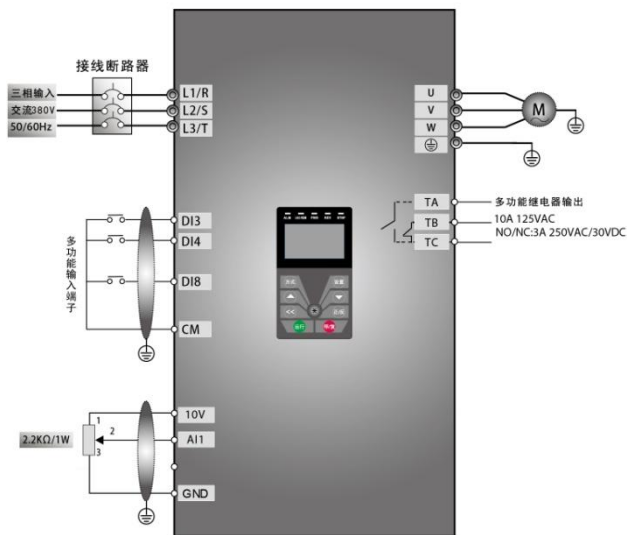

图 4-3 接线图 3
- (1) 按图 4-3 配线，检查接线正确后，合上空气开关，变频器上电。注意：外部模拟信号设定电位器可选择 2K~5K 电位器。对于精度要求高的场合请选用精密多圈电位器，接线使用屏蔽线，屏蔽层近端可靠接地。